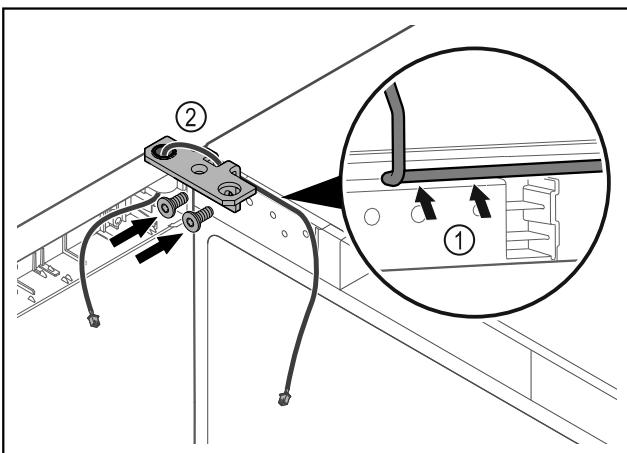

Fig. 38
- Provedite kabel kroz izrez na kutnoj šarci i oprezno ga položite Fig. 38 (1).
- Navrnite kutne šarke Fig. 38 (2).